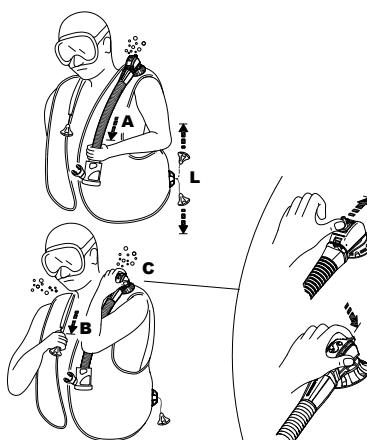

fig. 7
- a) une traction douce sur l'ensemble du flexible (fig. 7-A)
- b) une poussée sur le bouton qui ressort du boîtier de la soupape (fig. 7-C) (breveté) : ce système peut également être utile pour purger l'air d'un autre plongeur qui rencontre des problèmes (panique, plongeur débutant, perte de conscience, etc.)
- La soupape de purge double SCUBAPRO® (brevetée) possède un bouton manuel de sécurité qui relâche de l'air lorsqu'il est enfoncé (fig. 7 C), en cas de défaillance du système de purge manuelle (câble coupé, broche défaillante, etc.) ou lorsque vous respirez dans un Air 2.
Soupape d'épaule (fig. 7-B)
La soupape de purge qui se trouve sur l'épaule droite, si elle existe, est activée en tirant doucement sur le bouton qui est attaché par une lanière à la soupape elle-même (fig. 7-B). Pour faire fonctionner l'une ou l'autre des soupapes de purge, orientez celle-ci de manière à ce qu'elle soit légèrement plus haute que l'air qui se trouve dans le gilet. Activez la soupape de purge jusqu'à ce que la flottabilité désirée soit atteinte. Pour refermer la soupape, arrêtez de tirer ou de pousser (fig. 7-B).
Soupape de purge basse (fig. 7-L)
les dispositifs de dégonflage qui offrent le flux de gaz maximal sont la soupape d'épaule (fig. 7-B) et la soupape de purge basse (fig. 7-L).